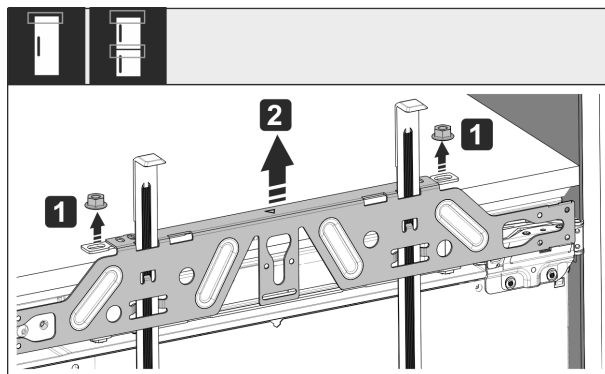

Fig. 51
- ▶ 松开锁紧螺母 Fig. 51 (1)。
- ▶ 取下安装横梁 Fig. 51 (2)。